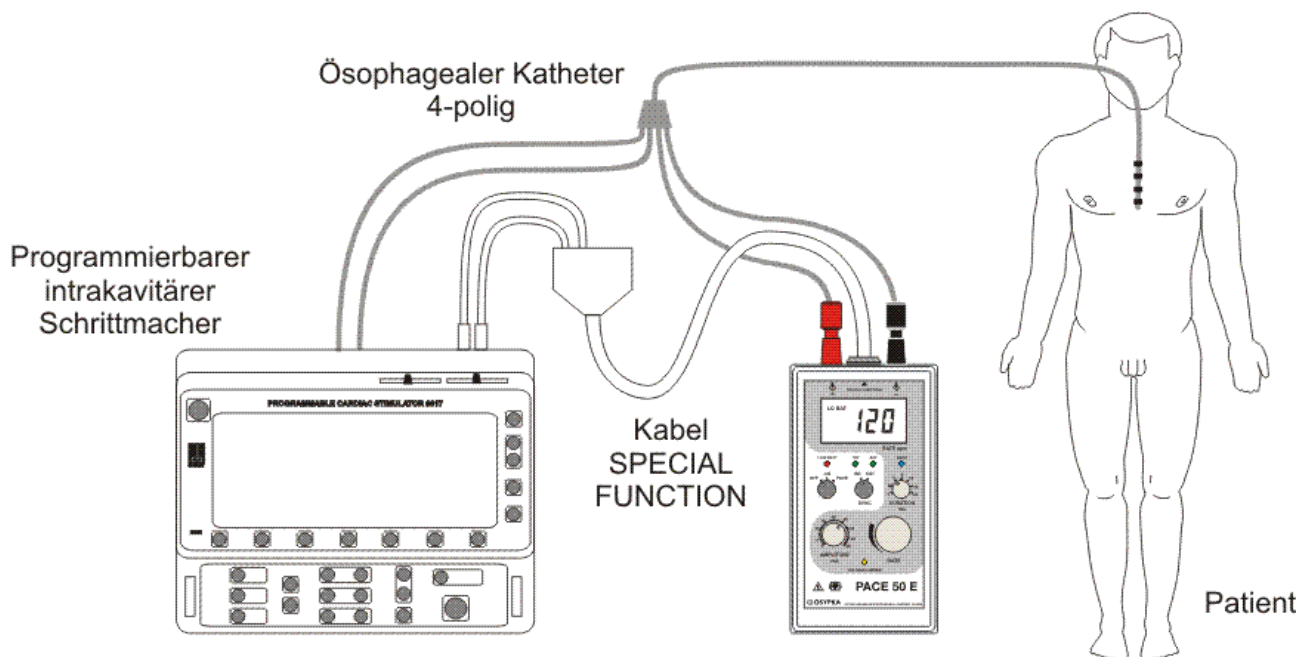

Abbildung 6. Intrakavitärer Schrittmacher mit unterschiedlichen Verbindern für Sensing und Pacing
3. Wenn der intrakavitäre Schrittmacher mit unterschiedlichen Verbindern für das Pacing und für das Sensing ausgestattet ist, werden die Stecker des Kabels *SPECIAL FUNCTIONS* an die Pacing-Buchsen angeschlossen, wobei stets die oben angegebenen Polaritäten zu beachten sind. Die Stecker des Elektrokatheters der nicht zur Stimulation benutzten Elektroden müssen in den Verbinder des intrakavitären Schrittmachers so eingeführt werden, **dass stets das Prinzip eingehalten wird, den Stecker der distaleren Elektrode an den negativen Pol und die proximalere Elektrode an den positiven Pol anzuschließen.** (siehe Abb. 6).